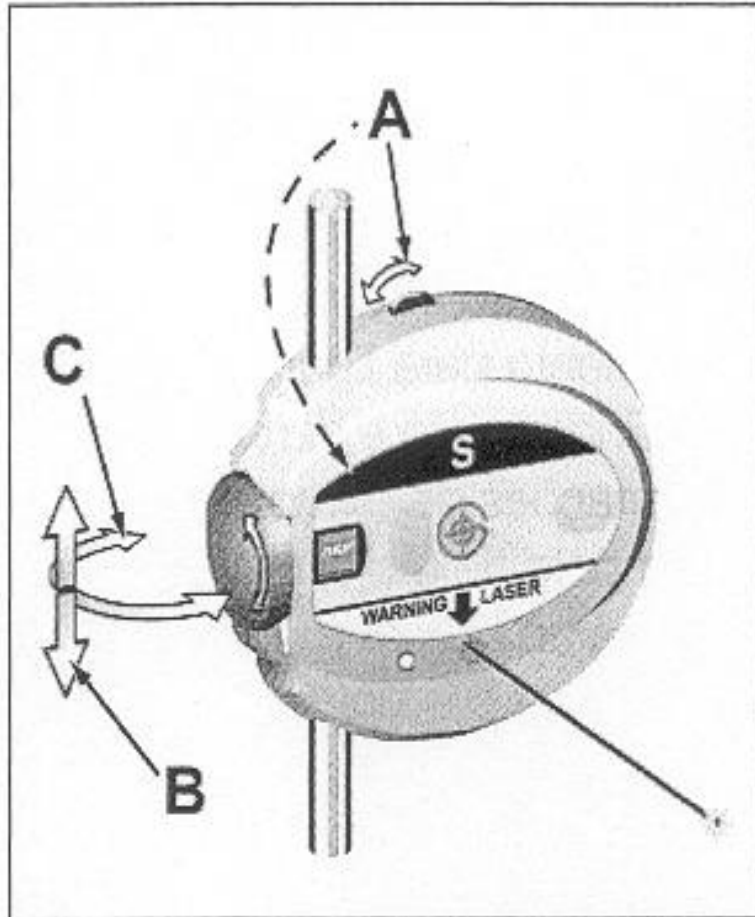

Fig. 15 Mecanismo de Ajuste
d) Para um ajuste menos preciso solte a unidade de medição ao desbloquear o botão que se encontra na parte lateral da unidade (fig. 15).